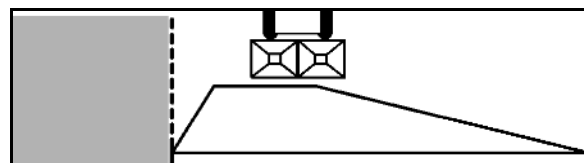

Fig. 76
2. Grøftspredning ifølge gødningsforskrifterne (Fig. 76):